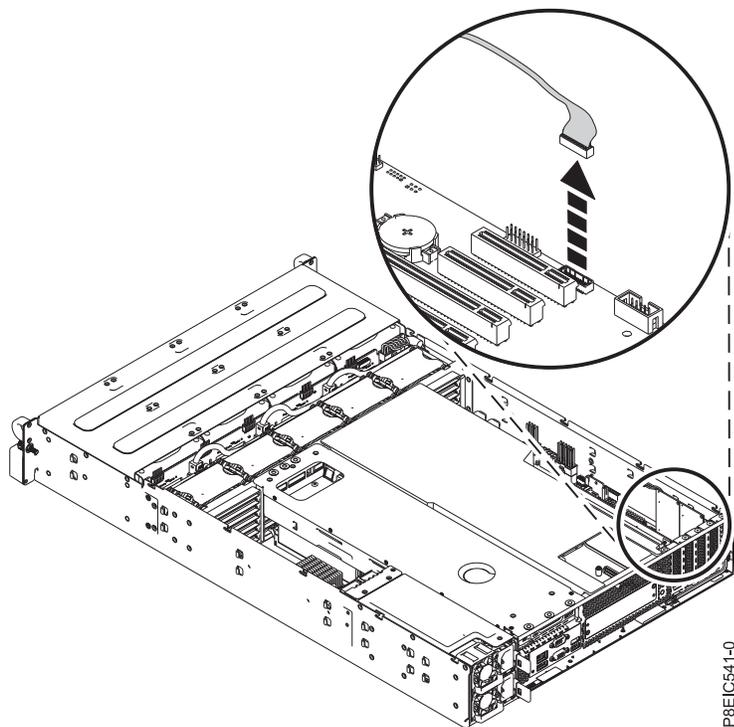

Figura 107. Desconectando o cabo USB frontal
2. Remova o cabo de sinal USB frontal do painel traseiro do sistema, conforme mostrado na Figura 107.